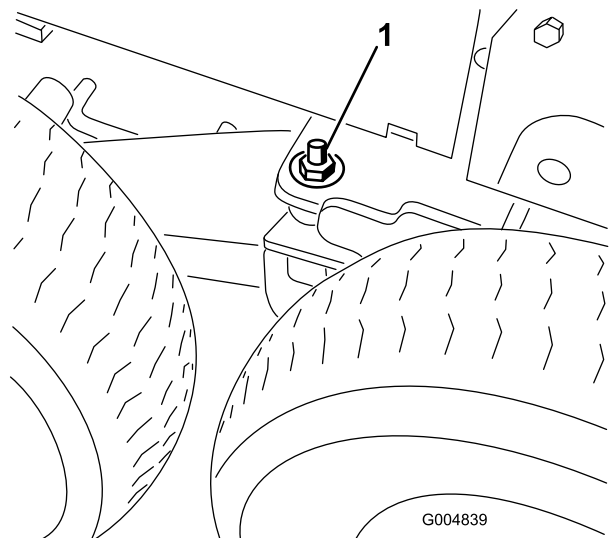

Figura 118
43. Retire a anilha plana (1/2 pol.) e a porca (1/2 pol.) instaladas no perno na articulação bogie (Figura 118).